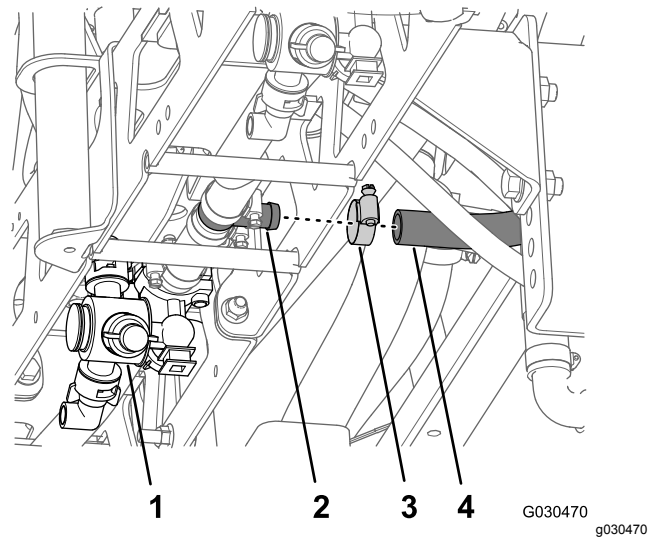

Bild 62
4. Nehmen Sie neben der mittleren Sprühdüse die Schlauchklemme und den Auslegerschlauch vom gezahnten T-Anschlussstück ab (Bild 62).